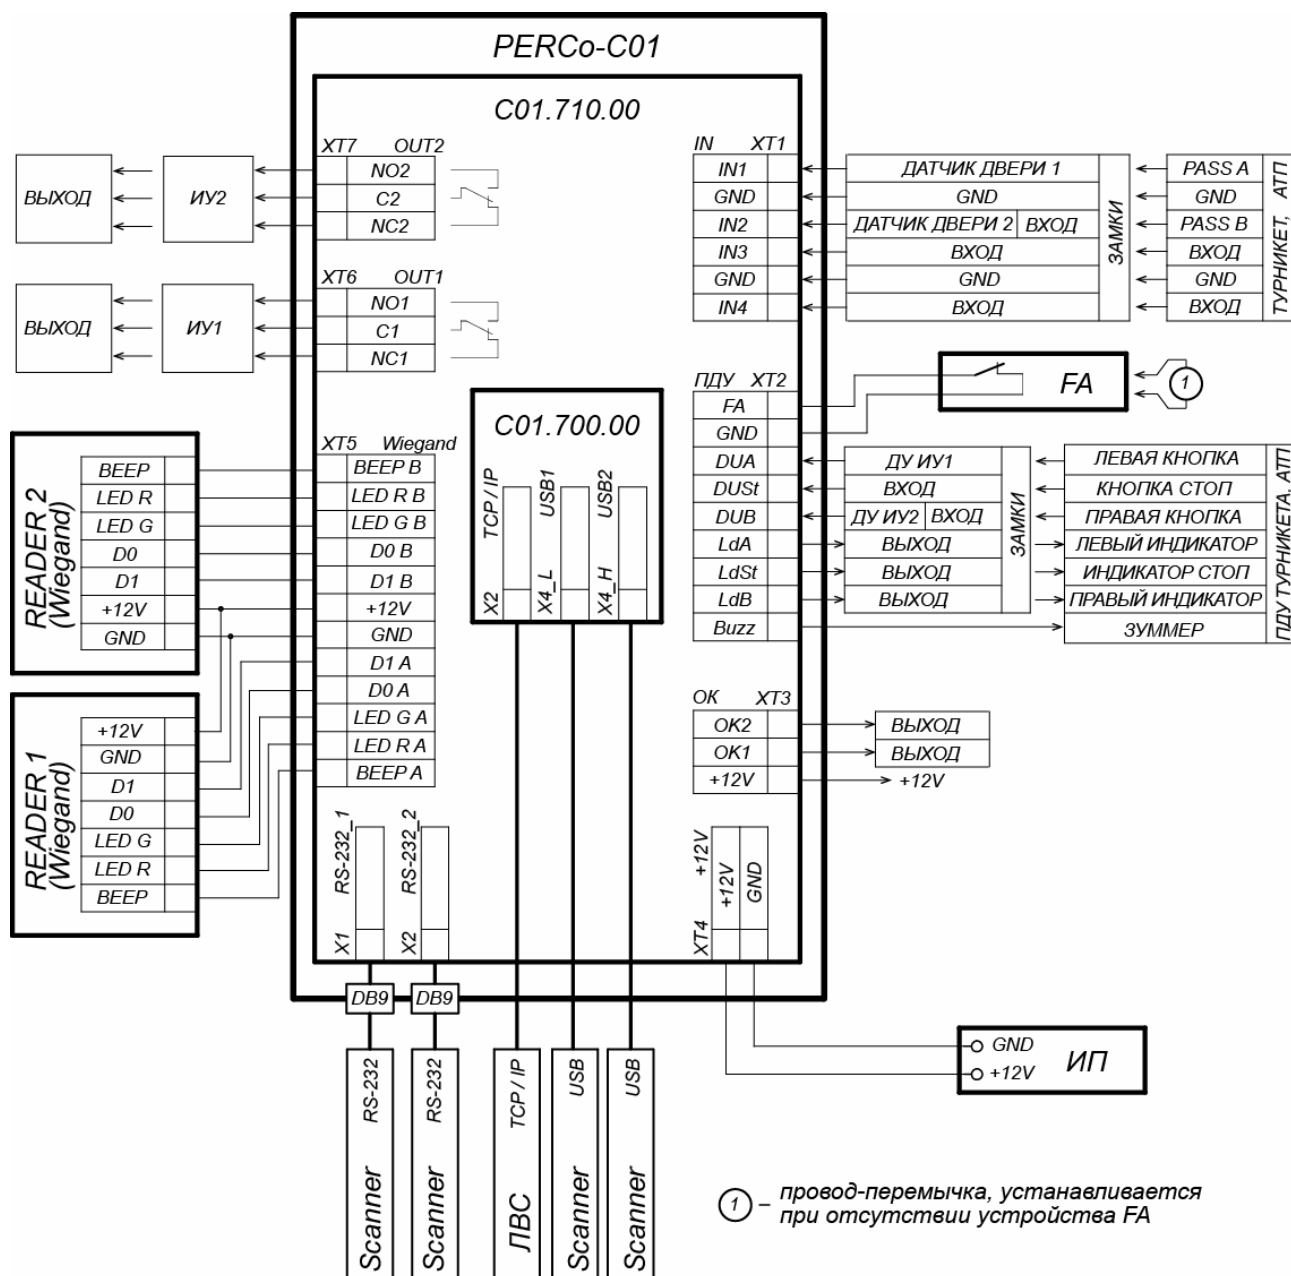
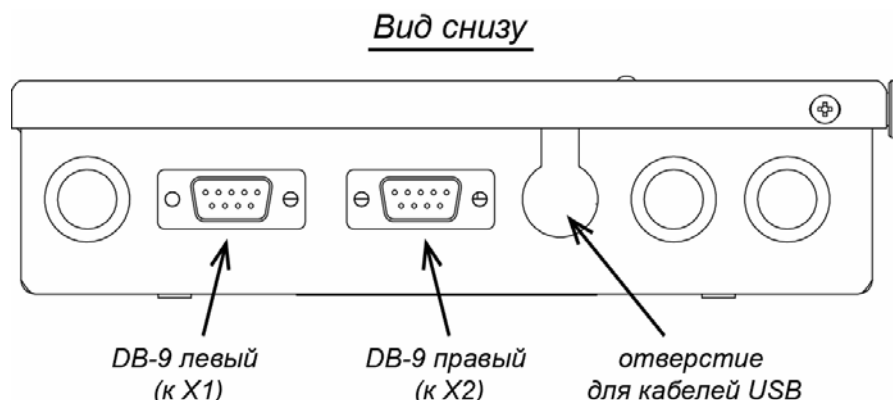

Рисунок 4. Общая схема подключений
Рисунок 5. Расположение разъемов DB-9 (RS-232) на корпусе контроллера
Контроллер имеет два выхода типа «открытый коллектор»: ОК1 и ОК2 (см. рис. 4). Подключение к выходам осуществляется через клеммную колодку **ХТ3** нижней платы контроллера.
Выходы могут использоваться (см. рис. 4):
7. Установите ИП, подключите кабель от ИП к клеммной колодке **XT4** нижней платы контроллера согласно схеме, представленной на рис. 4.
Считыватели подключаются к соответствующим контактам разъема **XT5** в соответствии с общей схемой подключения (рис. 4). В ресурсах контроллера для параметра «Интерфейс связи» данного считывателя необходимо выбрать значение *Wiegand* (см. рис. 6).
Сканеры подключаются к соответствующим разъемам типа DB9 (RS-232) на корпусе контроллера (см. рис. 5). Левый разъем DB9 подключается к разъему **X1** на нижней плате контроллера, правый – к разъему **X2** (см. рис. 4)
Сканеры по интерфейсу **USB** подключаются к разъему **X4** на верхней плате контроллера (в установленном на верхней плате двухрядном разъеме USB снизу находится USB1, а сверху USB2, см. рис. 1). Для ввода кабелей USB в корпус контроллера используется отверстие с фигурным вырезом (см. рис. 5).
2. Подключение замка производится к клеммным колодкам **ХТ6**, **ХТ7** нижней платы контроллера в соответствии со схемами подключения (см. рис. 4).